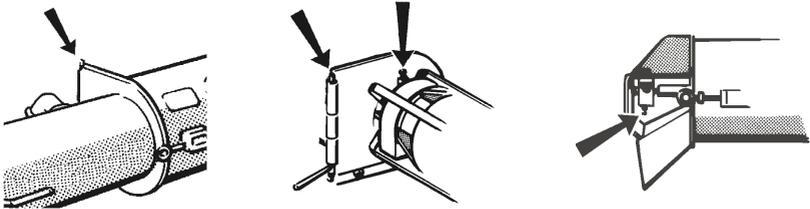

Abb. 19: Steckbolzen Motor und Steckbolzen Lagerdeckel
- Etwa alle vier bis sechs Wochen die Schmierstellen (s. Abb. 19) mit einer Hochdruck-Fettpresse mit 1 bis 2 Stößen Lagerfett schmieren.
- Gummimanschette am Mischermotor (s. Abb. 19) regelmäßig mit einer Fettpresse füllen.